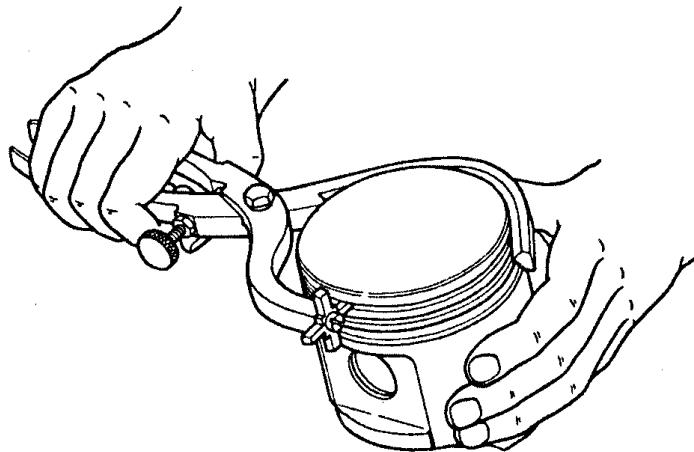

Рис.55. Очистка канавок поршневых колец от нагара
**Поршни.** Большие отложения нагара на днище очищать при помощи шабера или ножа. Особенно тщательно надо очищать от нагара канавки под поршневые кольца с помощью специального приспособления (рис.55). Ширина скребков приспособления должна соответствовать ширине канавок поршня. При очистке надо соблюдать осторожность, чтобы не повредить стенки кольцевой канавки. Очистку отверстий для слива масла производить при помощи сверла подходящего диаметра.